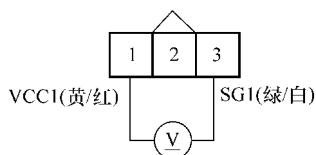

图 5-92 测量 MAP 传感器 1 号与 3 号端子之间电压
7) 如图 5-92 所示, 测量 MAP 传感器 3 芯插头 1 号端子与 3 号端子之间的电压, 是否